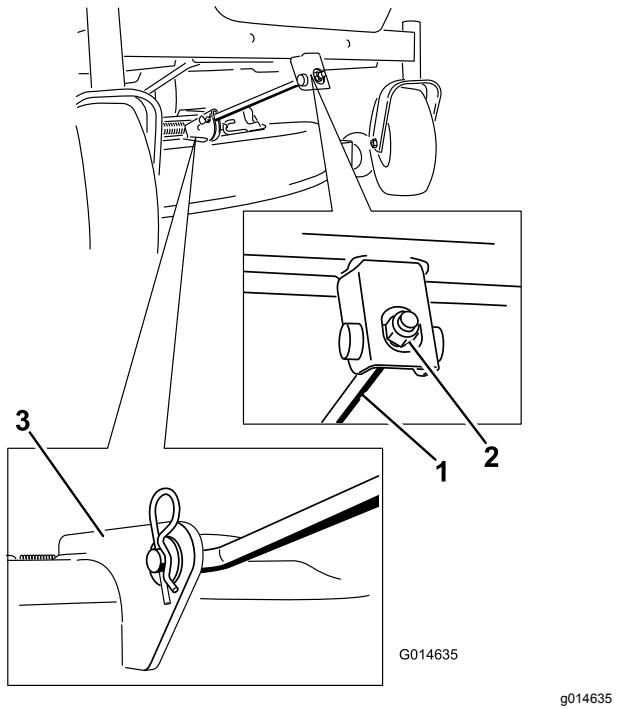

Figure 69
5. Retirez la goupille fendue de la tige de support avant et déposez la tige du support de plateau (Figure 69).
8. Fixez la tige de support avant au plateau de coupe à l'aide de l'axe de chape et de la goupille fendue (Figure 69).